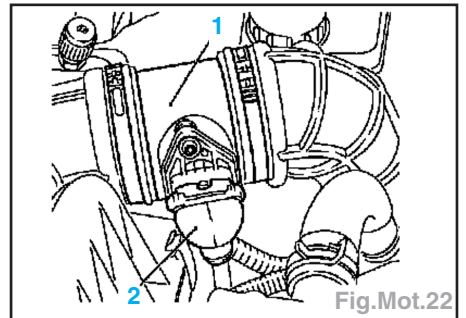

Fig.Mot.22
- Débrancher le connecteur électrique (2) du débitmètre massique d'air à film chaud (1) (Fig.Mot.22).